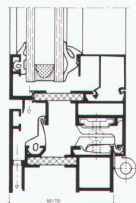

Fig. 2
b) Neue Fensterflügelprofile (Fig. 2) mit geschützt liegender Falzraumentspannung, toleranzunempfindlicher Mitteldichtung, grosszügig dimensionierter Vorkammerentwässerung und innerer Anschlagdichtung.